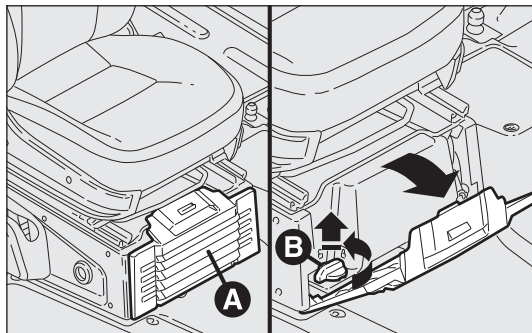
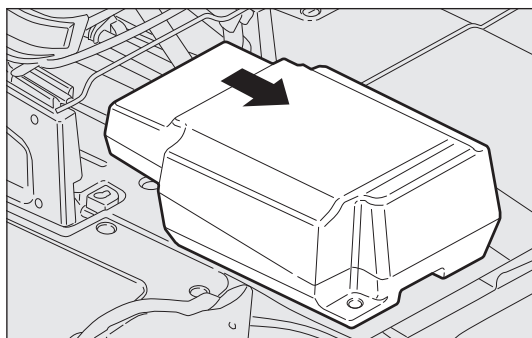

fig. 212
fig. 213
- ☐ ouvrir la trappe A et la déposer comme indiqué dans la fig. 212;
- ☐ tourner le pommeau B dans le sens inverse des aiguilles d'une montre et l'extraire fig. 212 pour permettre la sortie du tiroir fig. 213;